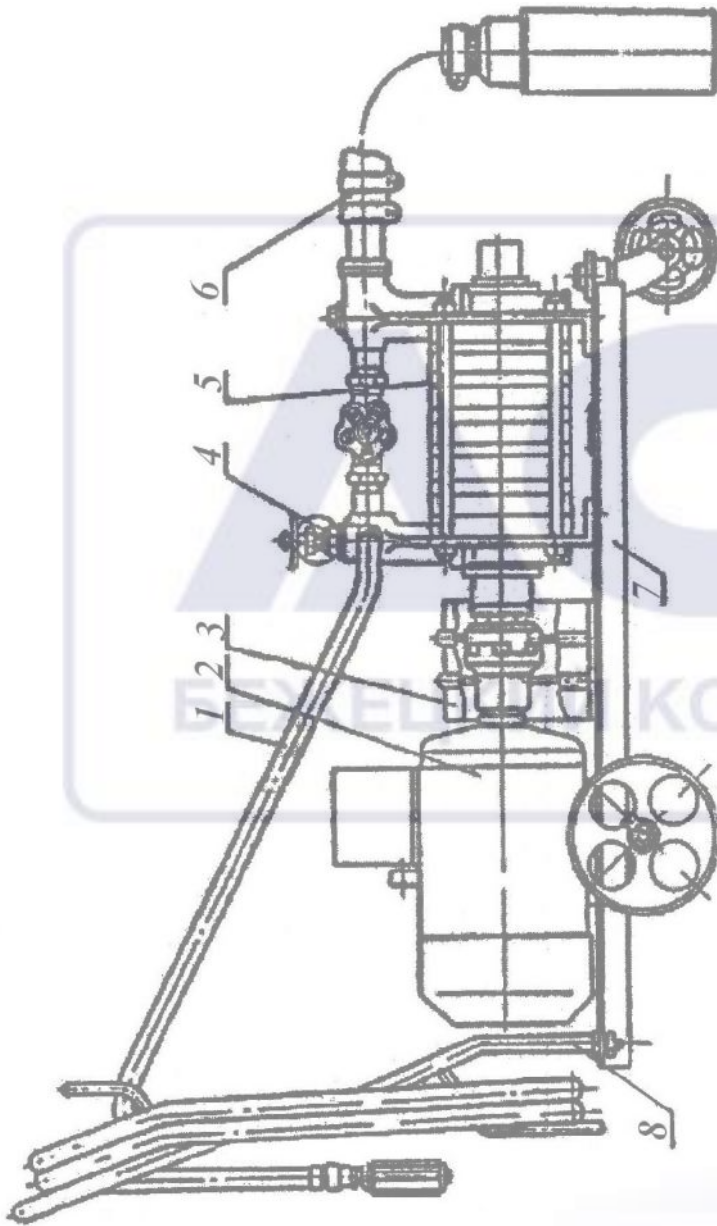

Рис.1. Общий вид установки, модель ЦКБ-1112:
3.1. В состав установки входят (рис.1): нагнетательные шланги с пистолетами, электродвигатель, кожух, манометр, насос, всасывающий шланг с фильтром, тележка, ручка.